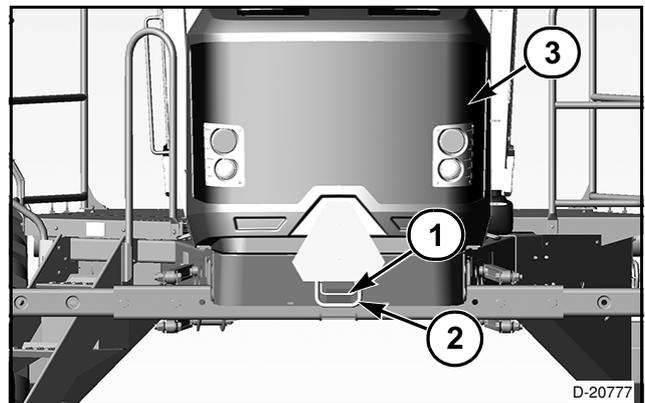

FIG. 6
FIG. 6: Para abrir el compartimiento del radiador, tire de la manija del pestillo (1) hacia abajo y levante la manija (2). Los resortes de gas facilitarán la elevación y sostendrán la tapa de extremo (3).